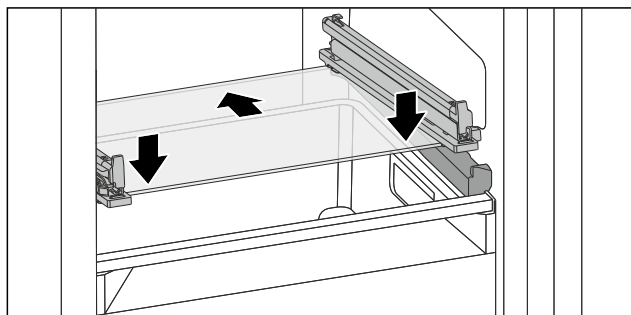

Fig. 74 A lebillenthető fiók üveglapja
- ▶ Helyezze a fiókot ferdén az ütközők mögé. (lásd Fig. 74)